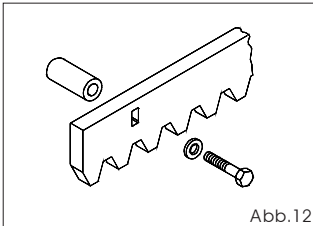

Abb.12
**5.4.2. Zahnstange aus Stahl zum Anschrauben (Abb. 12)**